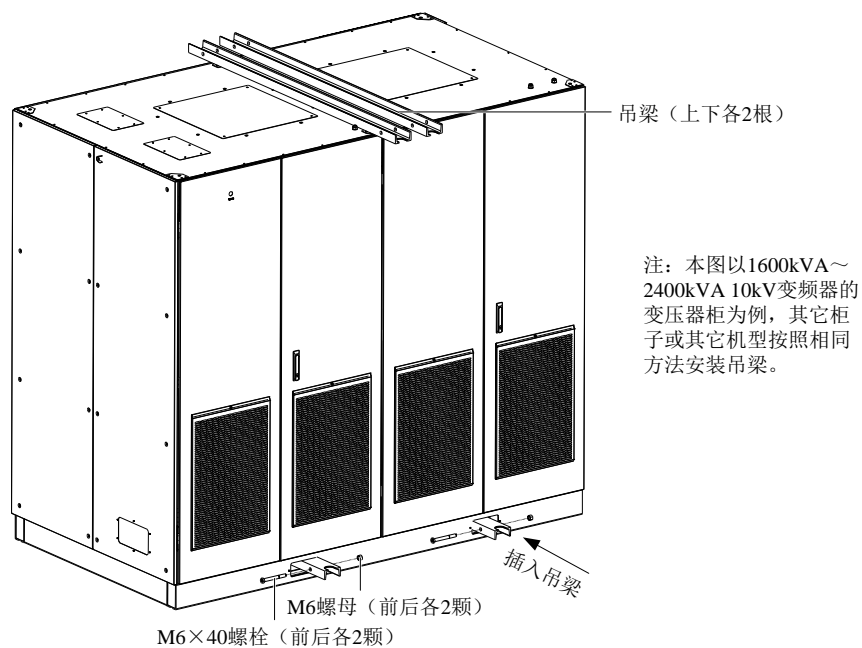

图2-6 安装吊梁
- 3) 将 2 根吊梁插入底座的吊装孔，并用 4 组 M6×40 螺栓和 M6 螺母进行固定；再将 2 根吊梁放置在顶部中间位置，如图 2-6 所示。